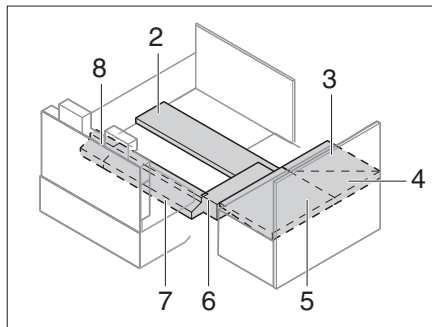

Fig. 232 Colocar cojín adicional
- Colocar cojín adicional (Fig. 232). La distancia se obtiene de los cojines de inserción.